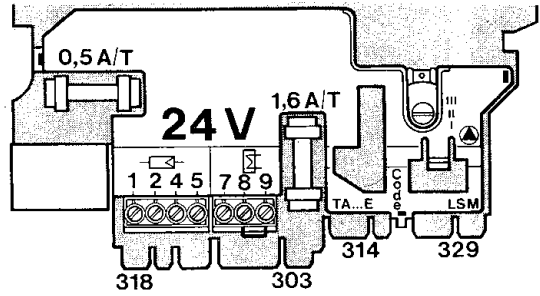

Bild 17
- Kabel in die Kabeldurchführung legen und den Stecker nach Bild 17 aufstecken
-codierten Stecker vom Speicher auf Pos. 303 stecken, s. Bild 17